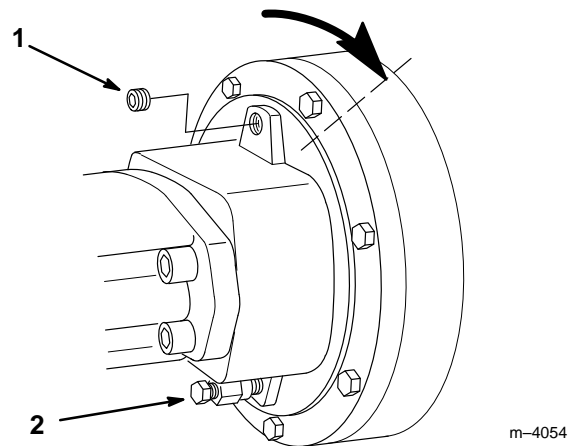

Abbildung 10
2. Den Antriebskopf so drehen, daß sich die Ölablaßschraube oben und die Entlüftungsschraube unten befindet (Abb. 10).
3. Die Ölablaßschraube entfernen (Abb. 10)
4. Den Bohrerantriebskopf so drehen, daß sich die Ablaßöffnung auf 2 Uhr-Position befindet (Abb. 10). Aus der Öffnung sollte Öl auszulaufen beginnen.
1. Den Antriebskopf so über einer Ölwanne abstützen, daß sich die Ölablaßschraube (Abb. 10) an der Unterseite des Antriebskopfs befindet und auf die Ölwanne gerichtet ist.